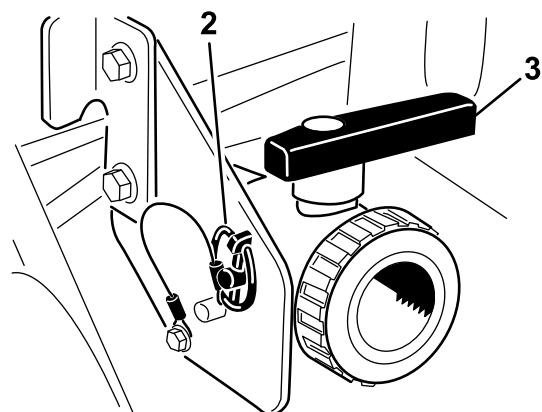

Figura 26
Abra a válvula para escoar do depósito qualquer material não usado e eliminá-lo de acordo com as normas locais e as instruções do fabricante (Figura 26). Depois de vazio, remova o pino de sujeição no suporte que segura a válvula de escoamento à máquina e deixa a válvula poeada no chão. Isto permite que escoar qualquer material residual da linha.
3. Quando o depósito estiver escoado na totalidade, instale a válvula na estrutura com o pino de sujeição removido previamente e fecha a válvula de escoamento (Figura 26).